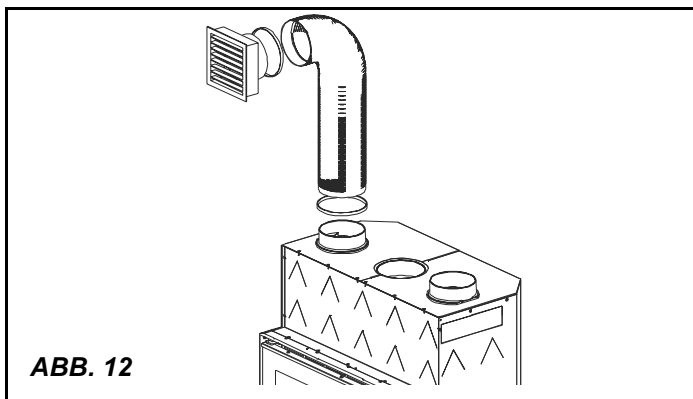
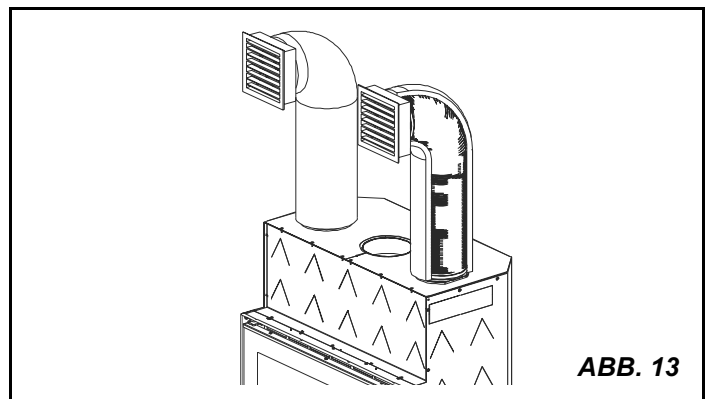

ABB. 12
ABB. 13
- Die Länge der Kanalröhre sollen die gleiche Länge haben, um zu vermeiden, dass die verteilte Luftmenge aus jedem Auslass verschieden ist (Siehe ABB. 12 - ABB. 13).